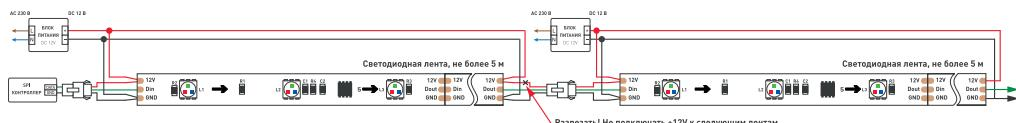
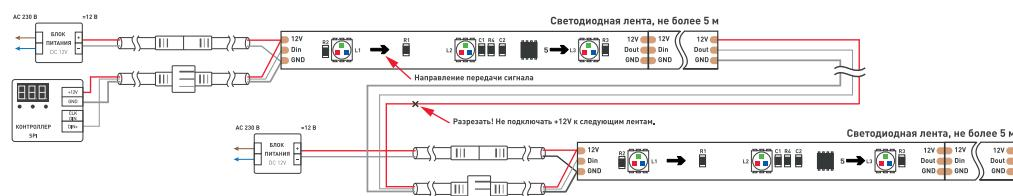

Рис. 1. Схема подключения лент SPI-B30 и SPI-SE-B30 с использованием SPI-контроллера с одним выходным портом и с использованием раздельных блоков питания
Рис. 2. Схема подключения ленты SPI-P-B30 с использованием SPI-контроллера с одним выходным портом и с использованием раздельных блоков питания
- ↗ Подключите ленту в соответствии со схемой рис. 1 и рис. 2. Соблюдайте полярность подключения и направление передачи сигнала (вход/выход). Обращайте внимание на маркировку, нанесенную на печатную плату, и на цвета соединительных проводов.
- Подключите ленту согласно схеме (рис.1, рис. 2).